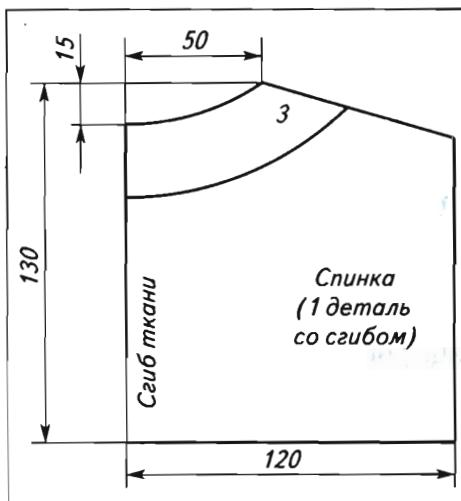

Рис. 52. Чертёж горловины спинки
1. Изготовьте выкройки по чертежам (рис. 52, 53):